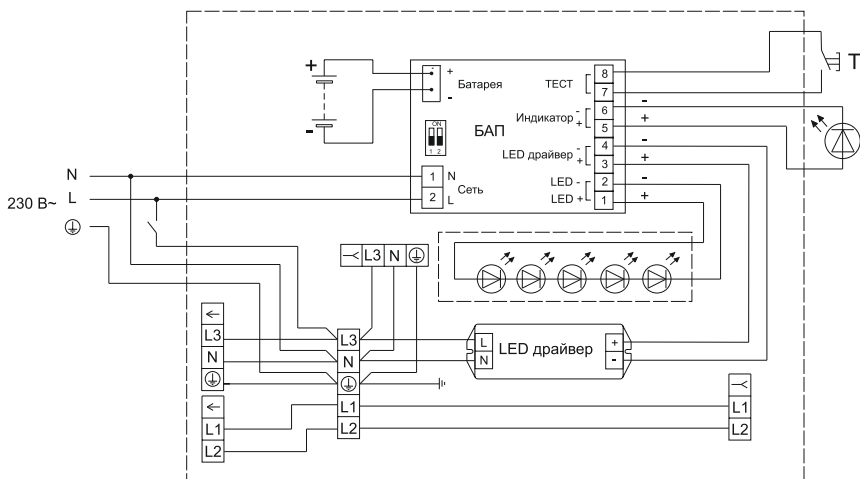

Рисунок 4/ Figure 4/4-sýret
5.5 Резервна лінія живлення БАП призначена для керування аварійним режимом і заряду акумулятора. БАП підключається до некоммутованого електричного кола (між фідером і модулем не повинно бути ніяких вимикачів, крім автоматів захисту, АВР). Підключення (рисунок 4, Додаток А)